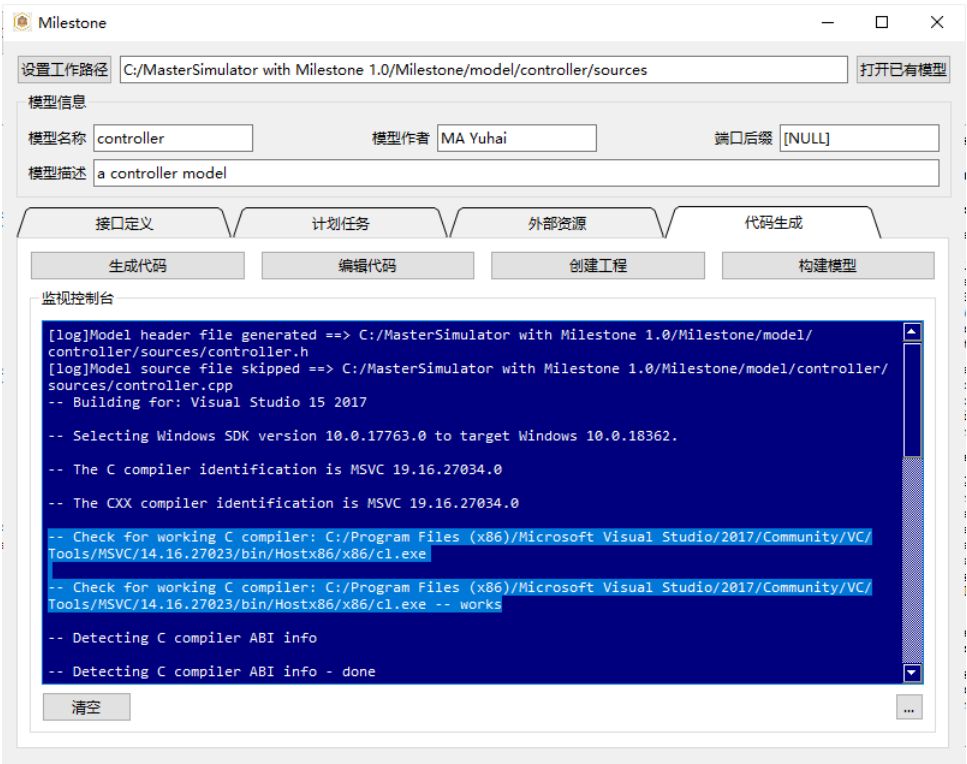

图 4.11: 开始创建，确认编译环境测试通过
- 观察创建工程过程中控制台输出的信息，如 图 4.11，请确认对系统中编译环境的测试是否通过。